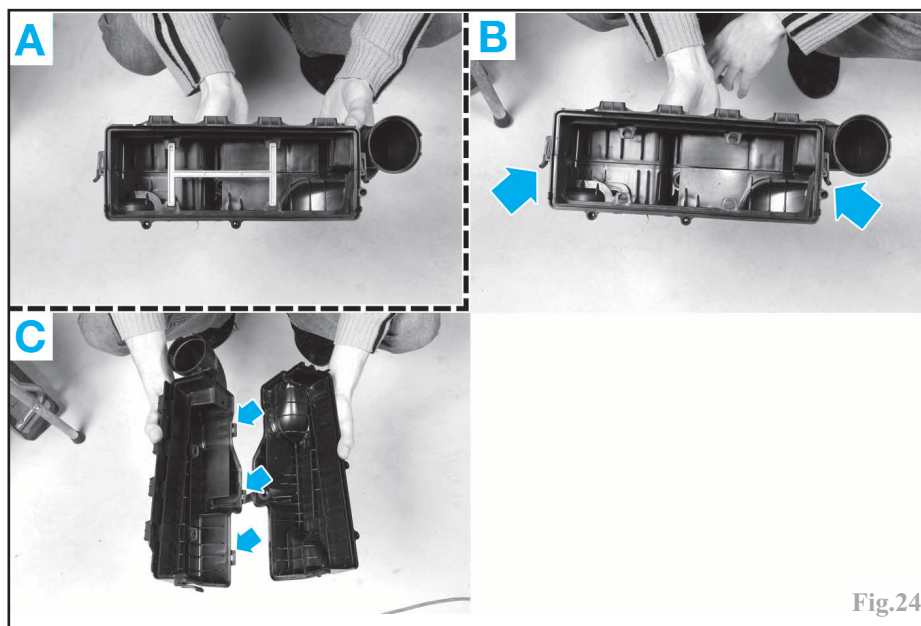

Fig.24
Démonter puis déposer la boîte à air (Fig.24).
- la boîte à air (voir Fig.24).
-le faisceau de retour de carburant des injecteurs (5).
-les fixations (6) du guide faisceau électrique puis l'écarter.
-le filtre à air avec son boîtier (Fig.24).